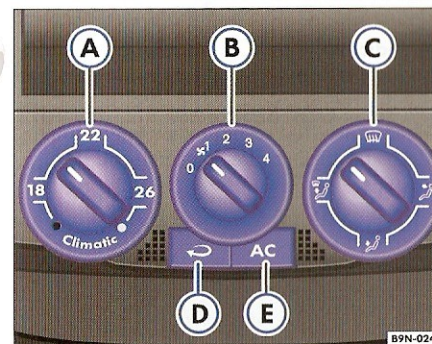

Fig. 73 În tabloul de instrumente: elementele de comandă Climatic.
- Dezactivați instalația de răcire de la tasta ⇒ fig. 73 (AC) (lampa de control din tastă se stinge).
- Rotiți regulatorul de temperatură (A), pentru a stabili temperatura dorită în habitacul. Vă recomandăm temperatura de 22° C.
- Îndreptați curentul de aer cu ajutorul regulatorului (C) în direcția dorită: (spre parbriz), (spre partea de sus a corpului), (în zona picioarelor) și (spre parbriz și în zona picioarelor).
Prin recircularea aerului ⇒ pagina 77, fig. 73" (în tastă se aprinde o lampă de control) se va împiedica pătrunderea mirosurilor neplăcute din atmosferă în interiorul autovehiculului, de ex. la traversarea unui tunel sau în timpul unui ambuteiaj.
Când regulatorul ⇒ pagina 77, fig. 73" (se află în poziția (2) (spre partea de sus a corpului), trebuie să fie deschisă cel puțin o gură de ventilație, altfel instalația de răcire poate îngheța.